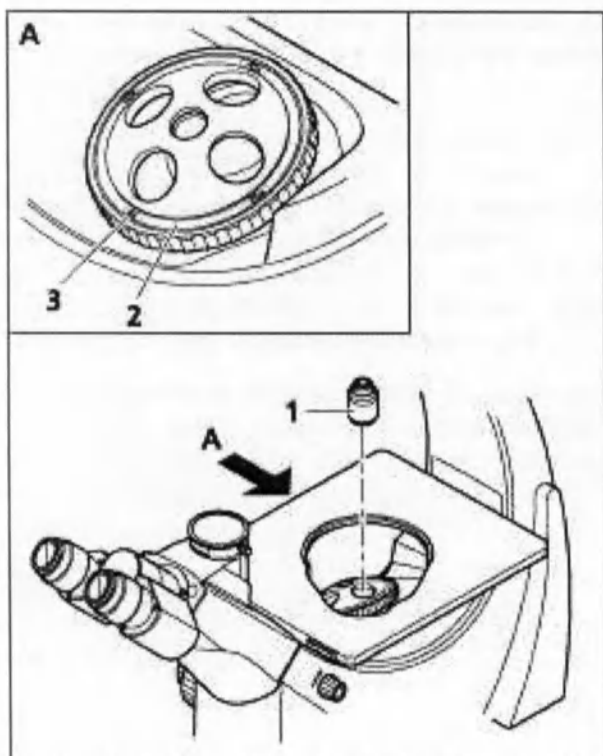

Рис. 3 Навинчивание объективов
- Снимите пылезащитные колпачки с соответствующих отверстий на револьверном устройстве для установки объективов (рис. 3/2).
- Ввинтите объективы (рис. 3/1) по возрастанию в отверстия для крепления до упора.
- Наклейте на соответствующие позиции револьверного устройства прилагаемые наклейки (рис. 3/3) с увеличениями объективов.
Наклеивайте наклейки так, чтобы слева направо можно было прочитать (рис. 3/3), какое увеличение на объективе, введенном в данное время в ход луча.